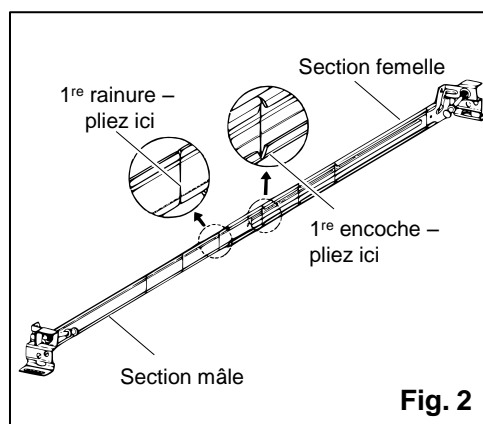

Fig. 2
2. Allongez les barres au maximum. (FIG. 2)
3. Pliez la section mâle de chacune des barres de suspension d'avant en arrière au niveau de la première rainure à partir du centre, jusqu'à ce que la barre se sectionne en deux. Pliez la section femelle d'avant en arrière au niveau de la première encoche à partir du centre jusqu'à ce que la barre se sectionne en deux. (FIG. 2)